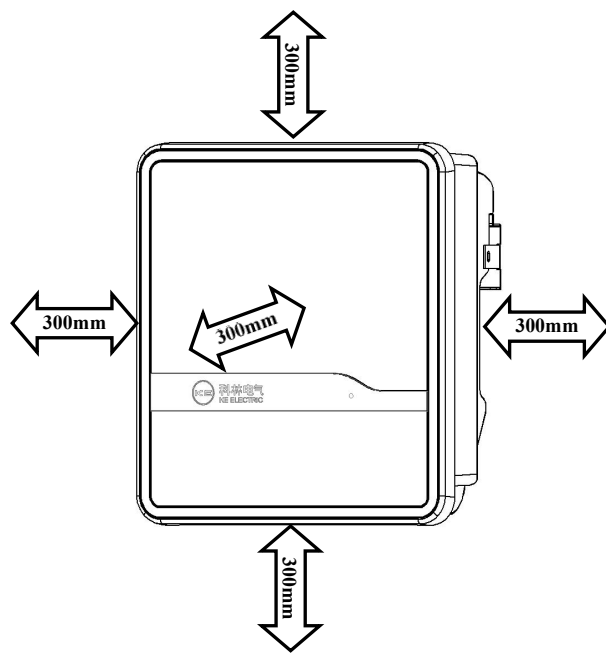

图 3.2
- 如图 3.2，为保证逆变器良好散热、拆卸方便，逆变器周围空间不得小于 300mm：